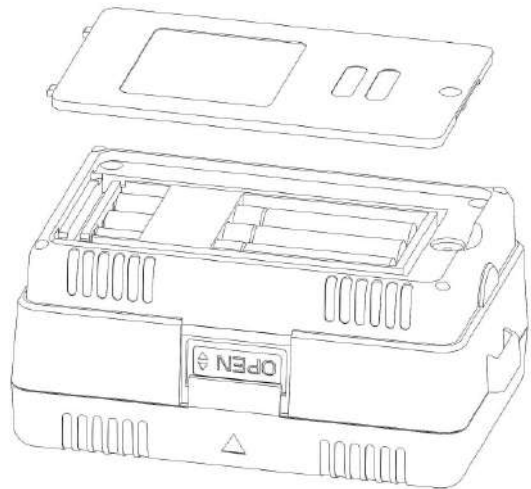

Рисунок 6
11. ЗАМЕНА БАТАРЕЙ (см. рисунок 6)